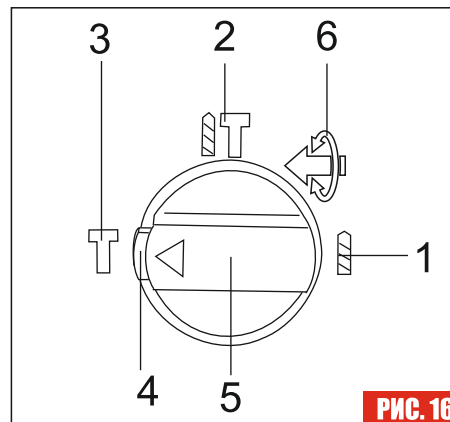

РИС. 16
-Произведите перемещение переключателя Рис. 16, 17. п.5 по часовой / против часовой стрелки, нажав на фиксатор переключения Рис. 16, 17. п. 4, для выбора соответствующего режима работы перфоратора.
-Передвинув переключатель режимов в нужное положение, отпустите фиксатор переключения Рис. 16, 17. п. 4, для фиксации переключателя режимов в нужном положении до щелчка.
Режим «Сверление» (Рис. 16, п. 1) применяется для производства отверстий сверлом по металлу или по дереву (через ключевой адаптер-насадку). См. п. «Установка насадки-адаптера ключевого патрона».
Режим «Сверление+Удар» (Рис. 16, п. 2) применяется для производства отверстий в железобетонных конструкциях сверлом по металлу, через ключевой адаптер-насадку или SDS-Plus насадками, устанавливаемыми непосредственно в SDS-Plus патрон.
Режим «Удар» (Рис. 16, п. 3) применяется с SDS-насадками для долбления бетонных/ железобетонных стен и конструкций.
Режим «Vario-lock» (Рис. 16, п. 6) – промежуточный, а не основной рабочий режим перфоратора. Позволяет фиксировать долото или лопатку в одной из 36 угловых позиций с шагом 10°. После установки насадки перфоратор переводится в режим vario-lock, выставляется угол поворота лопатки, затем включается режим долбления.